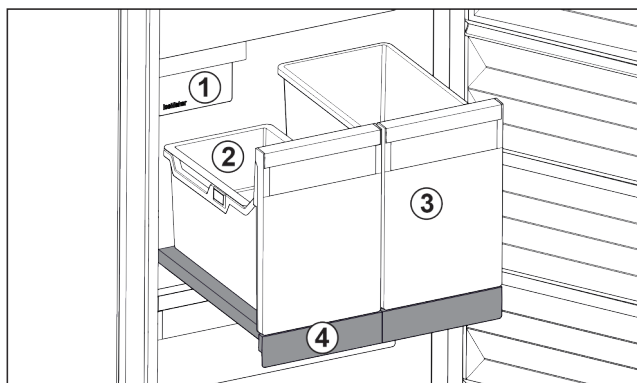

Fig. 93 Выдвижная панель с IceTower
На выдвижной панели находятся два высоких контейнера (IceTower). В контейнере Fig. 93 (2) собираются и хранятся кубики льда из IceMaker. Контейнер Fig. 93 (3) подходит для хранения высоких продуктов, таких, как пицца или алкогольные напитки.